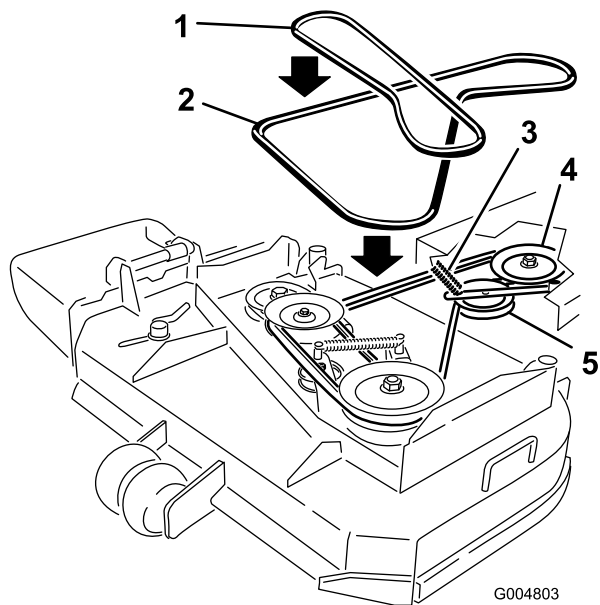

Figura 39
6. Rotolate la cinghia lontano dalla puleggia centrale sulla scocca del motore (Figura 39). Fate attenzione quando toglie la cinghia poiché la tensione aumenterà a causa della puleggia tendicinghia a molla.
7. Toglite la cinghia dalla puleggia del motore e dalla puleggia tendicinghia a molla (Figura 39).
8. Montate la cinghia sulla puleggia del motore e sulla puleggia tendicinghia a molla (Figura 39).
9. Rotolate la cinghia nella puleggia centrale sulla scocca del motore (Figura 39). Fate attenzione quando montate la cinghia poiché la tensione aumenterà a causa della puleggia tendicinghia a molla.